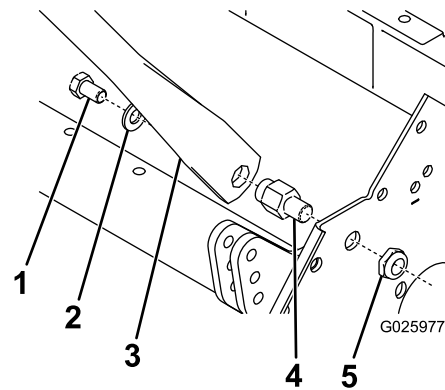

Figura 4
- Instale el conjunto de manillar nuevo en la máquina usando el perno, la arandela, el perno de pivote del manillar, y la tuerca con arandela prensada que retiró anteriormente (Figura 4).